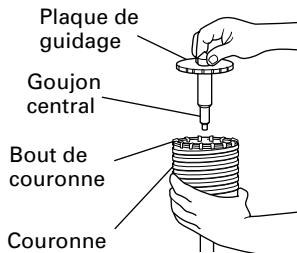

Fig. 20
- (3) Introduire la guijon central dans la plaque de guidage jusqu'à ce qu'il arrête.
- (4) Engager la plaque de guidage dans la couronne et tourner la plaque de guidage à gauche ou à droite de manière à ce qu'elle à ce qu'elle ne puisse pas tomber, même si elle orientée vers le bas. (Fig. 20)